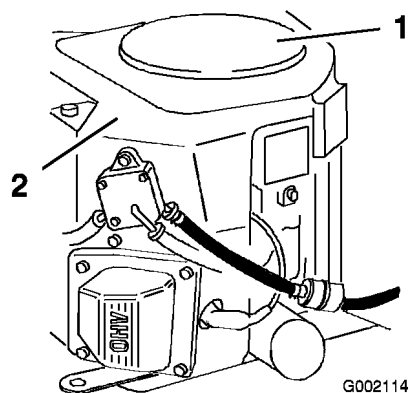

Figure 47
Avant chaque utilisation, enlevez l'herbe, les saletés et autres débris éventuellement accumulés sur le cylindre et les ailettes de refroidissement de la culasse, la grille d'entrée d'air côté volant, le levier du carburateur, le levier du régulateur et les tringleries. Cela permet d'assurer un refroidissement et un régime moteur correct, et réduit les risques de surchauffe et de dégâts mécaniques du moteur (Figure 47).
3. Déposez le boîtier du ventilateur et les carénages du moteur (Figure 47).